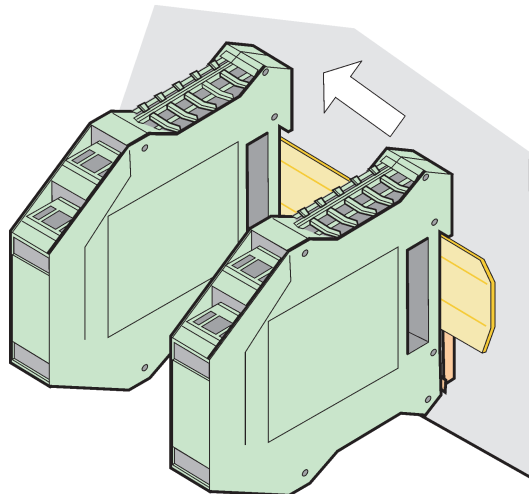

図 74 複数の拡張モジュールの取り付け
4. 複数のモジュールについては、モジュールを並べて DIN レール上に取り付け、そのモジュールをお互いにスライドさせます（図 74）。モジュール内のネットワークと電源は、お互いこのようにして接続されます。